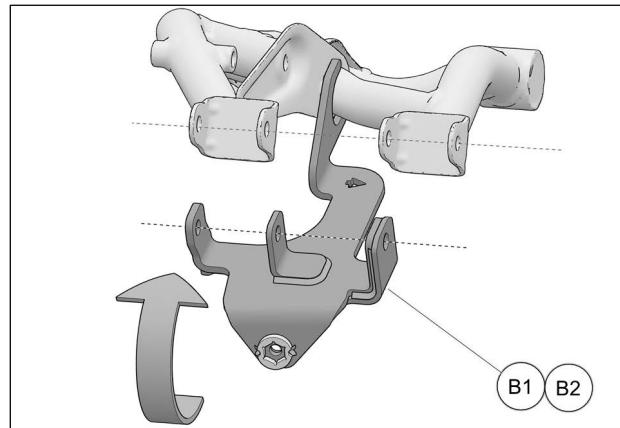

Fig. 6
- Faire pivoter l'ancrage vers le haut pour aligner les trous de l'ancrage (**B1-B2**) aux trous du bras de suspension. Voir la Fig. 6